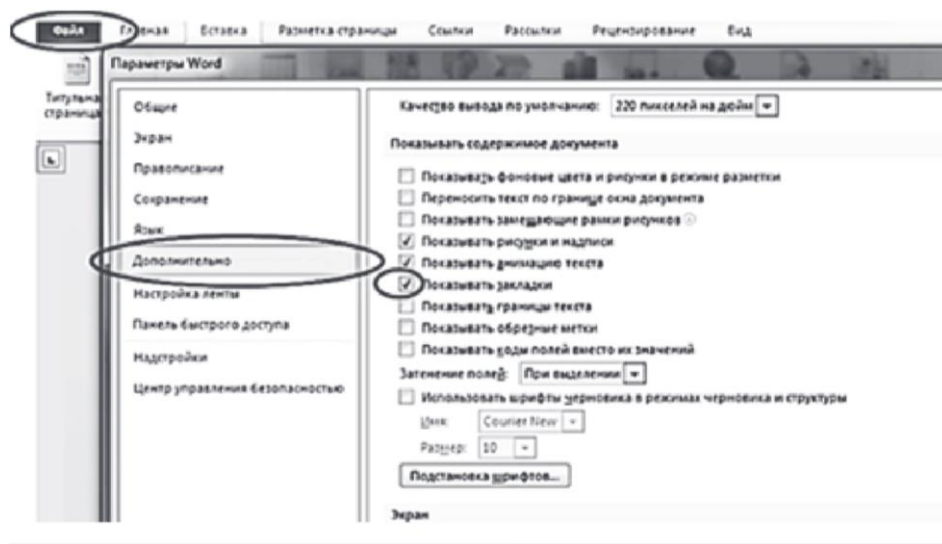

Рисунок 24 – Параметры Word
1) Перейдите на вкладку меню *Файл*, выберите команду *Параметры*. Откроется окно *Параметры Word* (рисунок 24).